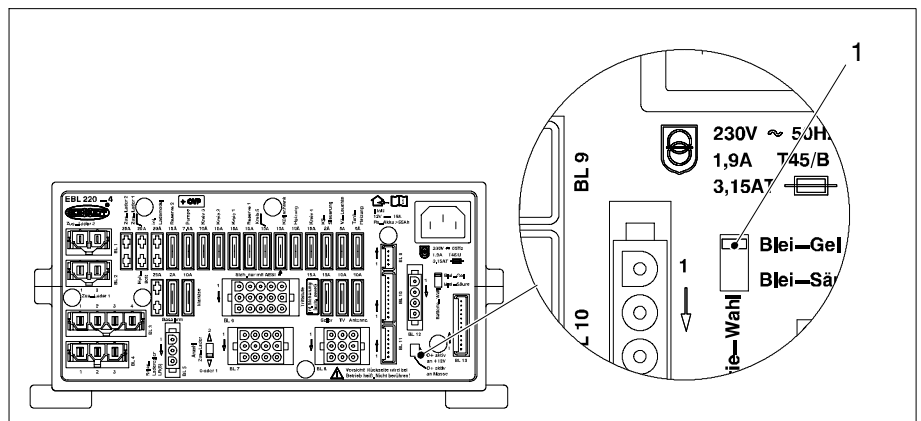

Fig. 1 Commutateur de sélection de la batterie
- Placer le commutateur de sélection de la batterie (fig. 1, pos. 1) dans la bonne position à l'aide d'un outil fin (par ex. la mine d'un stylo bille) :